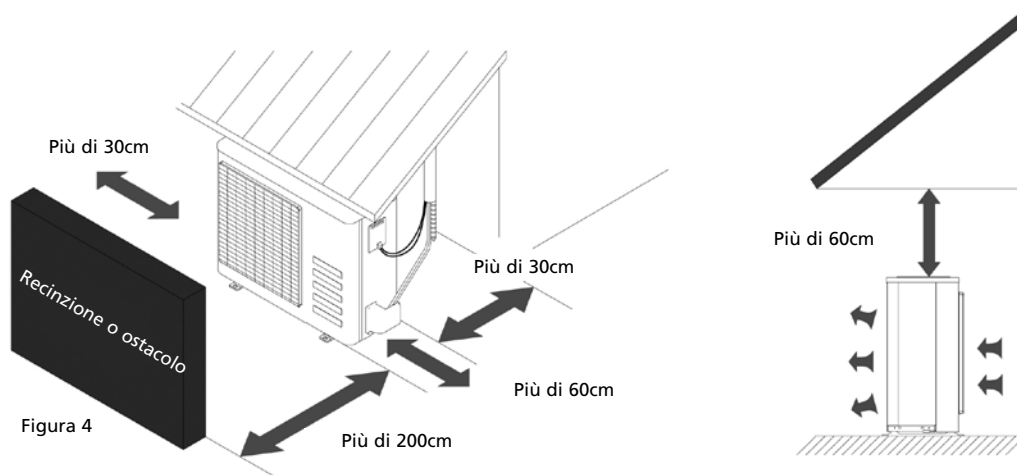

Figura 4
- Fare in modo che lo spazio attorno alla parte posteriore e sinistra dell'unità misuri oltre 30 cm. Sul lato anteriore dell'unità lo spazio dev'essere di oltre 200 cm, mentre il lato di collegamento (lato destro) deve mantenere uno spazio di 60 cm. (vedi la figura 4).